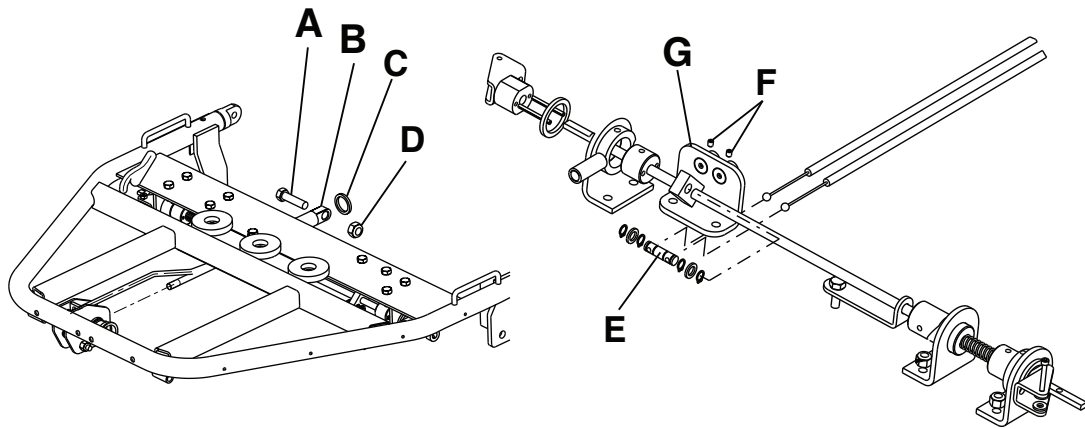

Figure 19 – Remplacement du câble de la section jambes
6. À l'aide d'une clé à six pans de 5/16 po et d'une clé mixte de 5/8 po, retirer le boulon (A), la rondelle (C) et l'écrou (D) qui fixent le vérin pneumatique (B) au châssis Figure 19. Conserver toutes les pièces.
8. À l'aide d'un tournevis à écrou de 1/4 po, retirer les vis (A) qui fixent les couvercles du maillon de verrouillage (B) au châssis (*Remplacement du maillon de verrouillage de la section jambes* (page 30)). Conserver les vis.
9. Reconnecter le vérin côté pieds au châssis et insérer le boulon (A) (retiré à l'étape 6) (Figure 19).
11. À l'aide de deux clés mixtes de 7/16 po, desserrer le dispositif de retenue du câble (D) et l'écrou (N) sur le maillon de verrouillage (*Remplacement du maillon de verrouillage de la section jambes* (page 30)).
12. Tirer sur l'extrémité sphérique du câble au niveau du pivot du câble (E) pour retirer le câble usé ou endommagé du couvercle de câble (Figure 19).
13. À l'aide d'une clé à six pans de 5/64 po, retirer les vis de blocage (F) aux deux extrémités du couvercle de câble. Retirer le couvercle de câble.
14. Installer le couvercle de câble fourni en insérant chaque extrémité dans la butée de câble correspondante (G).
15. Appliquer du **Loctite 242** sur les vis de blocage et réinstaller les vis de blocage (F) (retirées à l'étape 13) au niveau des butées de câble (G). Ne pas serrer les vis de blocage de manière excessive. Le fait de serrer excessivement les vis de blocage risque d'écraser le couvercle du câble et d'empêcher le bon déplacement du câble.
16. Insérer le câble fourni dans le pivot de câble (E). Insérer le câble dans le côté de grand diamètre du pivot de câble (E).